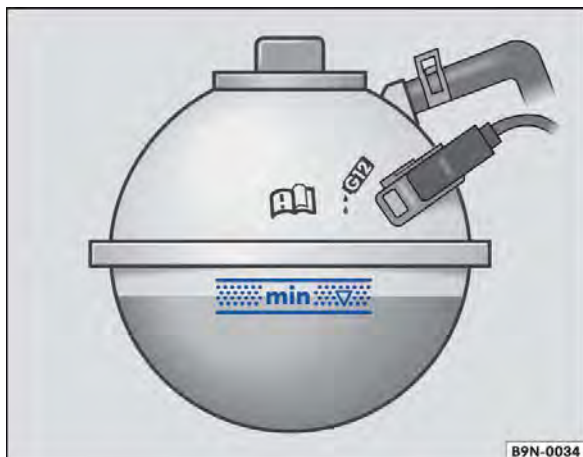

Fig. 201 No compartimento do motor: marcação no reservatório do líquido de arrefecimento do motor.
- Com o motor frio, verificar o nível do líquido de arrefecimento do motor pela marca lateral do reservatório de expansão do líquido de arrefecimento do motor $\Rightarrow$ Fig. 201.
- O nível do líquido de arrefecimento do motor deve permanecer dentro da marcação do reservatório $\Rightarrow$ Fig. 201. **Não completar acima da borda superior da área demarcada** $\Rightarrow$ .
- Abastecer com líquido de arrefecimento do motor somente até a borda superior da faixa marcada ⇒ Fig. 201. Caso contrário, ao aquecer-se, o líquido excedente será expulso do sistema de arrefecimento do motor e poderá ocasionar danos.